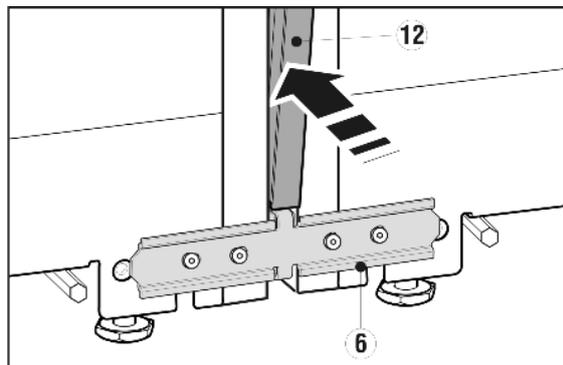

Fig. 7
- ▶ Antes da colocação, comprimir ambas as saliências da moldura de cobertura Fig. 7 (12) a todo o comprimento. Torna-se mais fácil a inserção da moldura na fenda. Para pressionar a moldura utilizar um pano macio, a fim de evitar eventuais mossa na superfície da moldura de cobertura. Comprimir a moldura cuidadosamente e a direito na fenda, a fim de obter um encaixe ideal.
- ▶ Do lado dianteiro, pressionar a longa moldura de cobertura Fig. 7 (12) na fenda vertical. Assegurar que a moldura se encontra sobre o ângulo de fixação Fig. 7 (6).